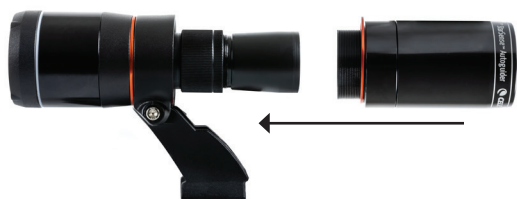

Abb. 9: Bringen Sie das vordere Gehäuse wieder am SSAG an. Vergessen Sie den orangefarbenen Kosmetikring nicht!
5. Bringen Sie das Frontgehäuse von SSAG und den orangefarbenen Frontring wieder an (Abb. 9).